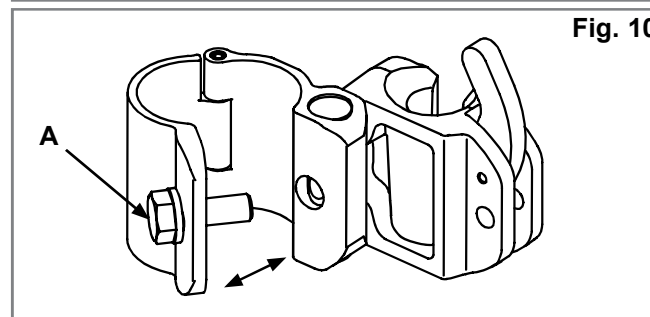

Fig. 10
3. Sæt beslagene på. (Fig. 10)